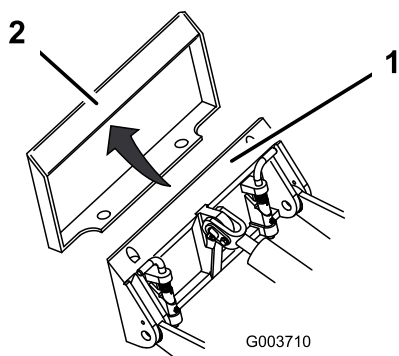

Figure 8
4. Insérez la plaque de montage dans le bord supérieur de la plaque réceptrice de l'accessoire (Figure 8).